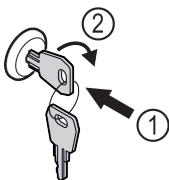

Fig. 46 Simbolična slika
- ▶ Vstavite ključ Fig. 46 (1).
- ▶ Ključ obrnite v smeri urnih kazalcev za 90° Fig. 46 (2).